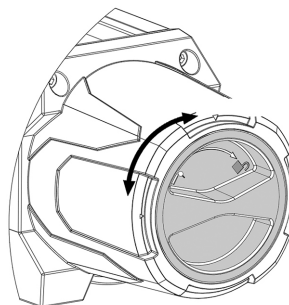

Fig. 3
4. Tournez la roue manuelle d'embrayage (C) dans le sens horaire d'un quart de tour pour dégager le frein (fig. 3).
5. Déroulez le câble d'acier en tirant sur la sangle du crochet (H) jusqu'à l'obtention de la longueur désirée.
11. Appuyez sur le bouton de rappel (IN) de la télécommande et maintenez-le jusqu'à que tout le relâchement du câble en acier soit supprimé.